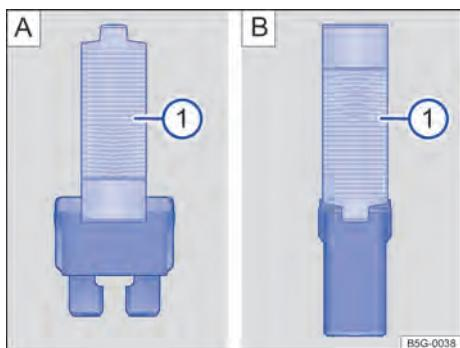

Fig. 144 Retirar ou colocar o fusível com a pinça de plástico: **A**: fusível plano, **B**: fusível de bloqueio.
- Se necessário, retirar a pinça de plástico → Fig. 144 **1** da cobertura da caixa de fusíveis.
- De acordo com a versão do fusível, colocar as garras adequadas do alicate plástico → Fig. 144 **A** **1** ou → Fig. 144 **B** **1** lateralmente no fusível.